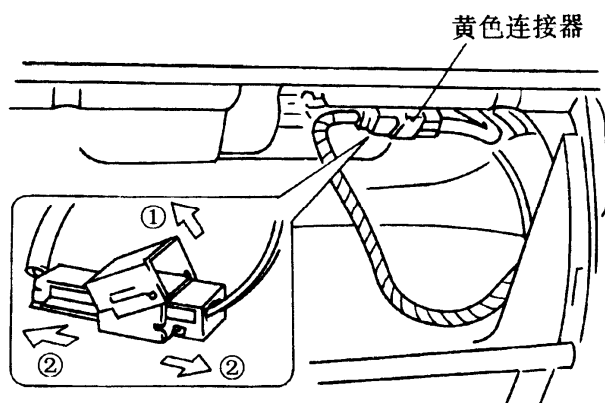

图 10-33 拆下黄色连接器
3) 拆下副驾驶侧安全气囊模块的黄色连接器，见图 10-33。